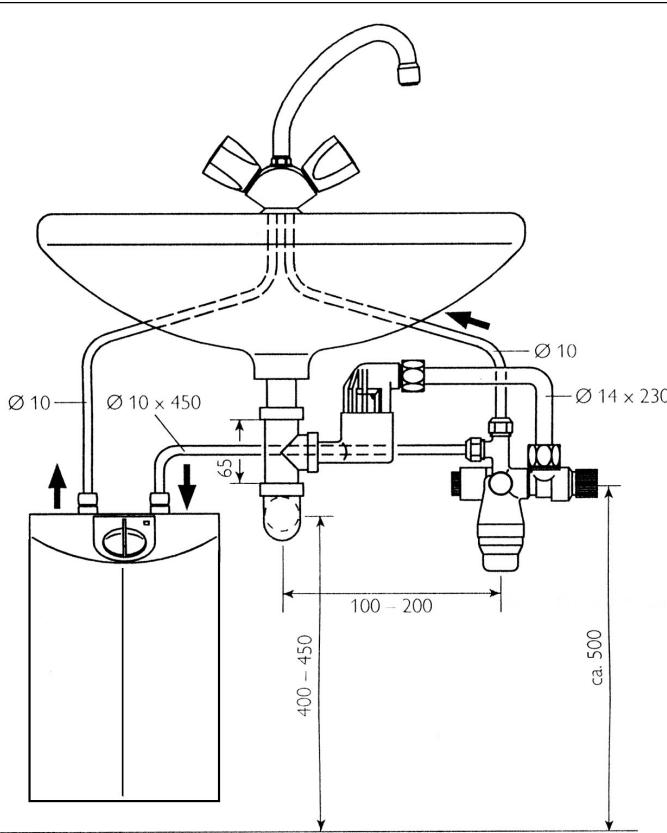

Рис. 3
- Навинтить сливную воронку на переставную трубу и с помощью колена Ø 14 мм соединить с группой безопасности (отвод излишка воды, образовавшегося в результате расширения). Для подключения второго заборного крана необходимы тройники (водораспределители), арт.¹ 07 05 58 (см. рис. 3).